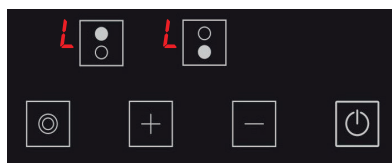

Abbildung 16
3. Die Kindersicherung ist jetzt aktiviert und das **L** Symbol wird an allen Kochstellen angezeigt, um auf diesen Zustand hinzuweisen. (siehe Abb. 16) Die **L** und **H** Symbole werden im Wechsel angezeigt, falls eine Kochstelle heiß ist.